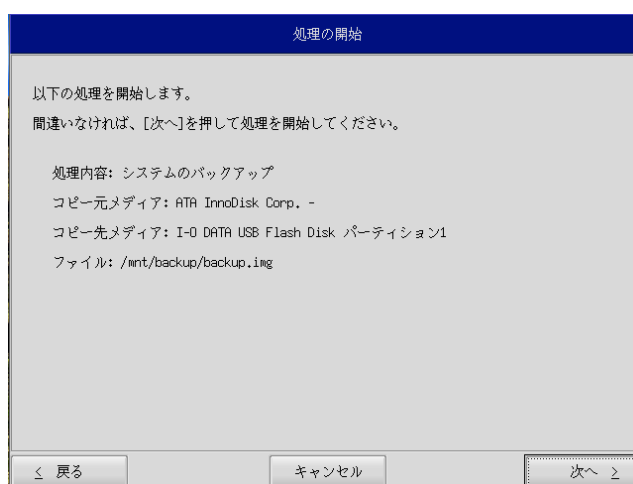

図 5-3-5. 確認画面
- ⑧ 確認画面（図 5-3-5）が表示されます。メディア、パーティション、保存ファイルを確認します。[次へ] ボタンを押します。